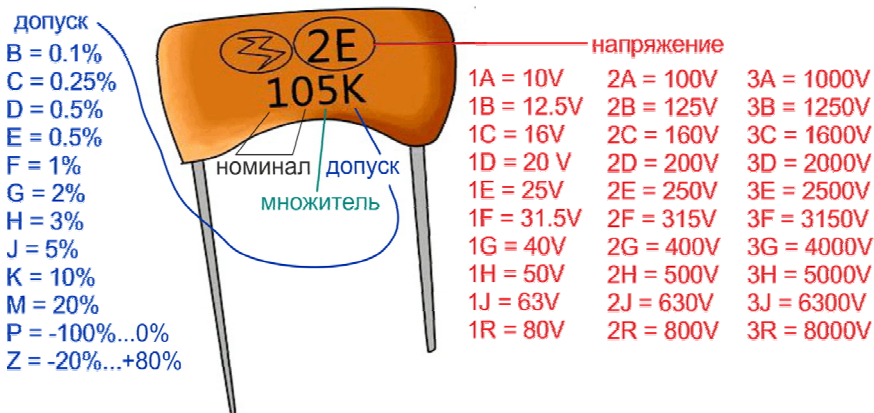

Рис.1 Вариант буквенно-цифровой маркировки конденсаторов
Начнём с определения номинала и прочих параметров конденсатора, при изготовлении которого использовались плёнка, керамика, тантал или слюда (Рис.1).
2. Допустимое отклонение ёмкости конденсатора — это буквенный символ, который может быть нанесён после обозначения номинала ёмкости. На Рис.1 это буква «К», которая соответствует допуску $\pm 10\%$.
3. Допустимое рабочее напряжение — также является крайне важным параметром конденсатора. Маркировка может быть нанесена как в явном виде, например, 100V, 200V и т. д. (в некоторых случаях, буква V опускается), так и при помощи цифрового кода, обозначение которого представлено на Рис.1 красным цветом. Расположение данного кода может находиться в любом месте корпуса конденсатора, в том числе и перед цифрами номинала.